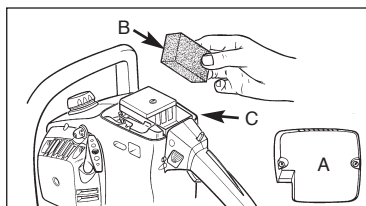

Рис. 15
1. Удалите верхнюю крышку (А). (Рис. 15)
2. Выньте воздушный фильтр (В) из корпуса воздушного фильтра (С) (рис. 15).